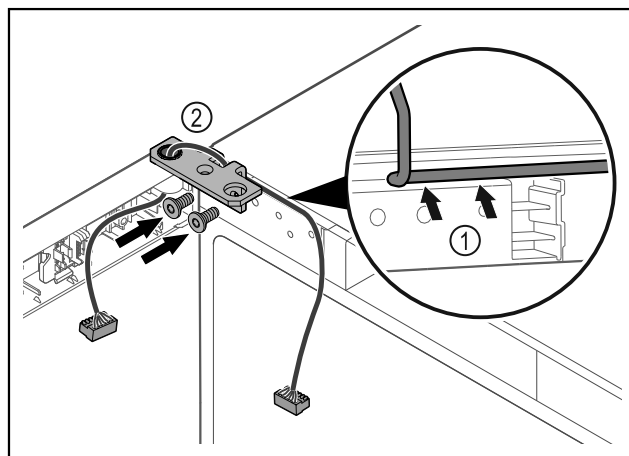

Fig. 39
- Περάστε το καλώδιο μέσα από το άνοιγμα της γωνίας μεντεσέ και τοποθετήστε το προσεκτικά Fig. 39 (1).
- Βιδώστε τη γωνία μεντεσέ Fig. 39 (2).